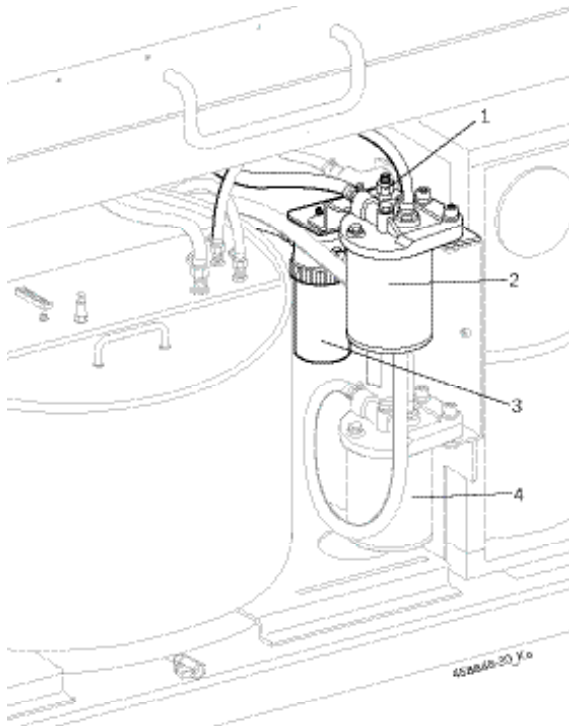

Fig. 11: Фильтр тонкой очистки для испытательного масла
6. Используя внешний насос, откачайте грязное испытательное масло в контейнер или установите сливной шланг (Рис. 11, Поз. 1) на сливной вентиль в бака с испытательным маслом (Рис. 4, Поз. 4) .
i Замените фильтр тонкой очистки (фильтр испытательного масла, Рис. 11, Поз. 4) так же, как описано в разделе 6.6.1.